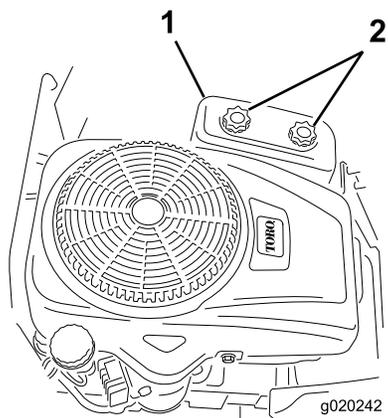

Рисунок 37
4. Снимите крышку воздухоочистителя, отвернув 2 ручки (Рисунок 37).
3. Установите крышку воздухоочистителя и затяните 2 ручки (Рисунок 37).